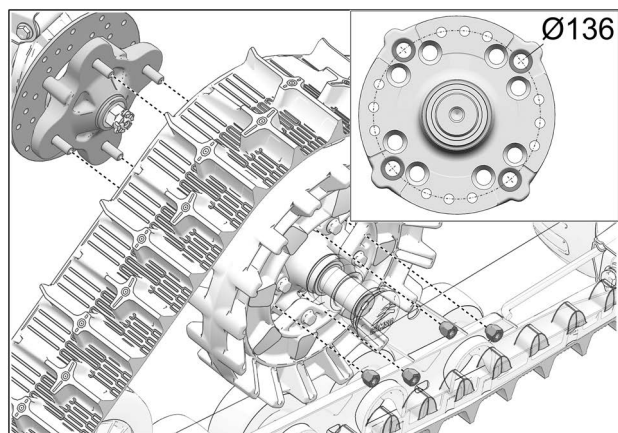

Fig. 9
9. Fixer le système de traction au moyeu de roue arrière. Utiliser le cercle de perçage de $\varnothing 136\text{mm}$ et les écrous de roue d'origine du véhicule. Voir Fig. 9